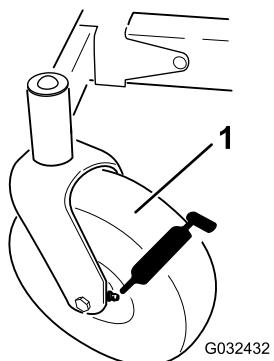

Figura 37
3. Curățați fittingurile lubrificate (Figura 37) cu o lavetă.
4. Conectați un pistol de lubrificare la fiecare fitting (Figura 37).